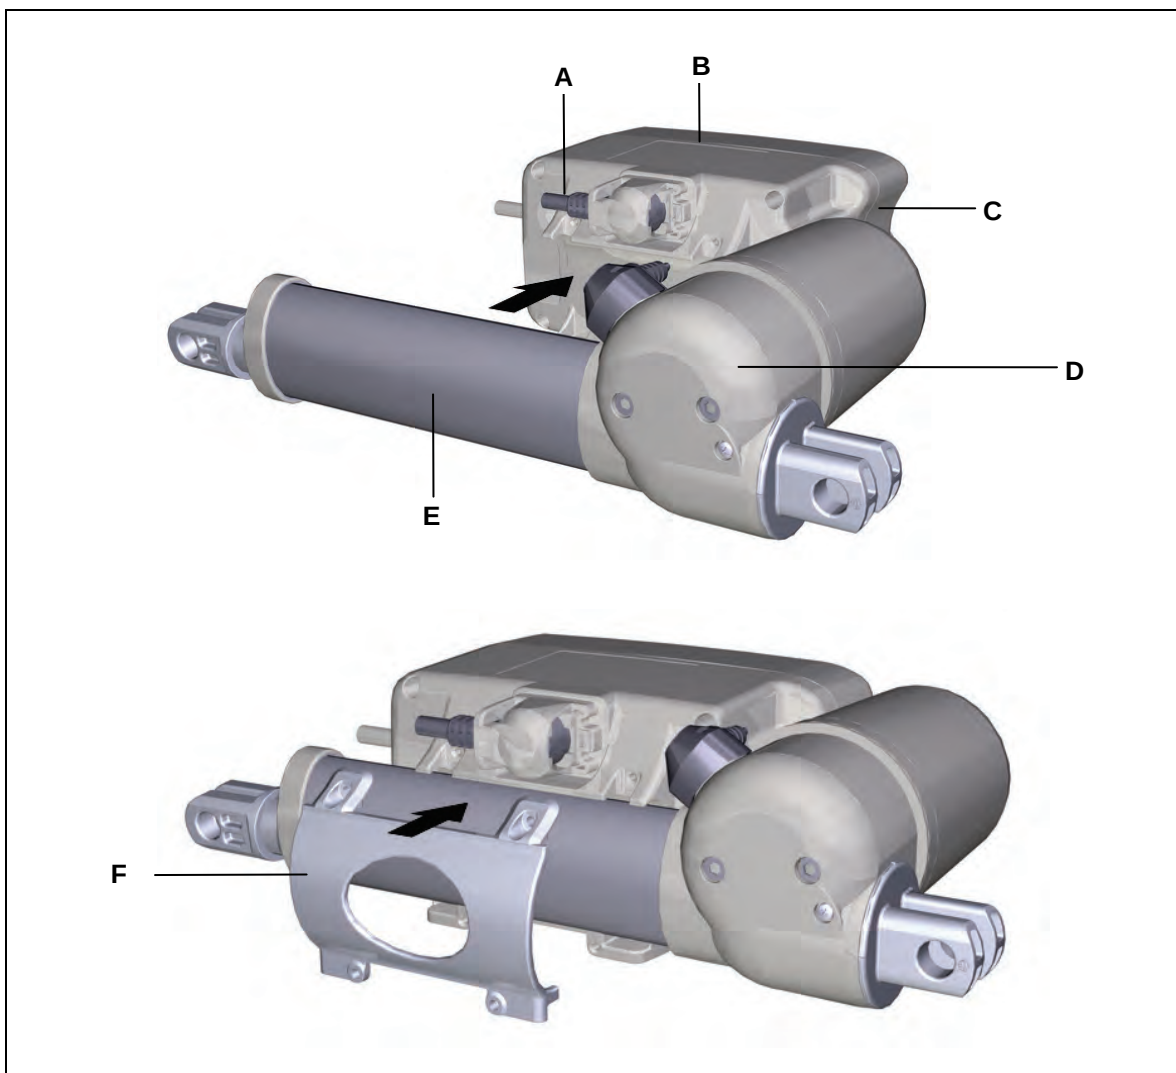

Abbildung 11 Montage des Antriebs Megamat MCZ an die Steuerung MCL II
- 1 Schieben Sie die Flanschführung (E) des Antriebs MCZ (D) so in die Befestigungsschelle (F), dass der Motortopfdeckel des Antriebs an Führung (C) liegt, wie in Abbildung 11 gezeigt.
- 2 Verschrauben Sie die Befestigungsschelle (F) mit der Steuerung MCL II.